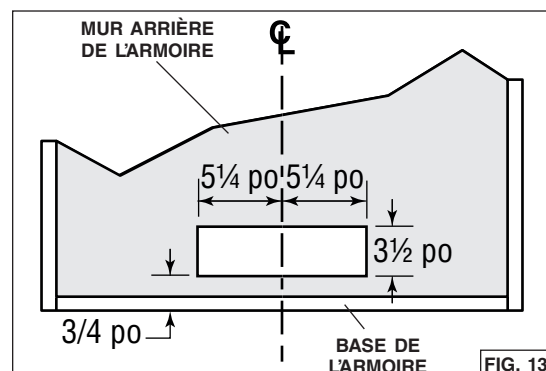

FIG. 13
8. Découper le trou pour l'évacuation horizontale dans le mur arrière de l'armoire aux dimensions indiquées. (FIG. 13).